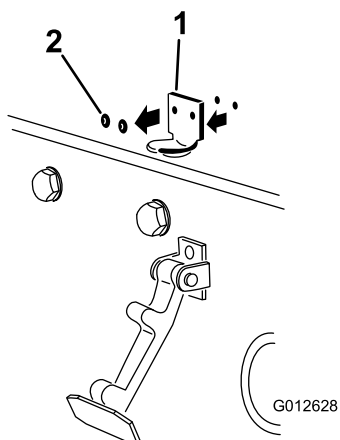

Figura 3
2. Retire os 2 rebites que prendem o suporte do trinco ao capot (Figura 3). Retire o suporte do trinco do capot.